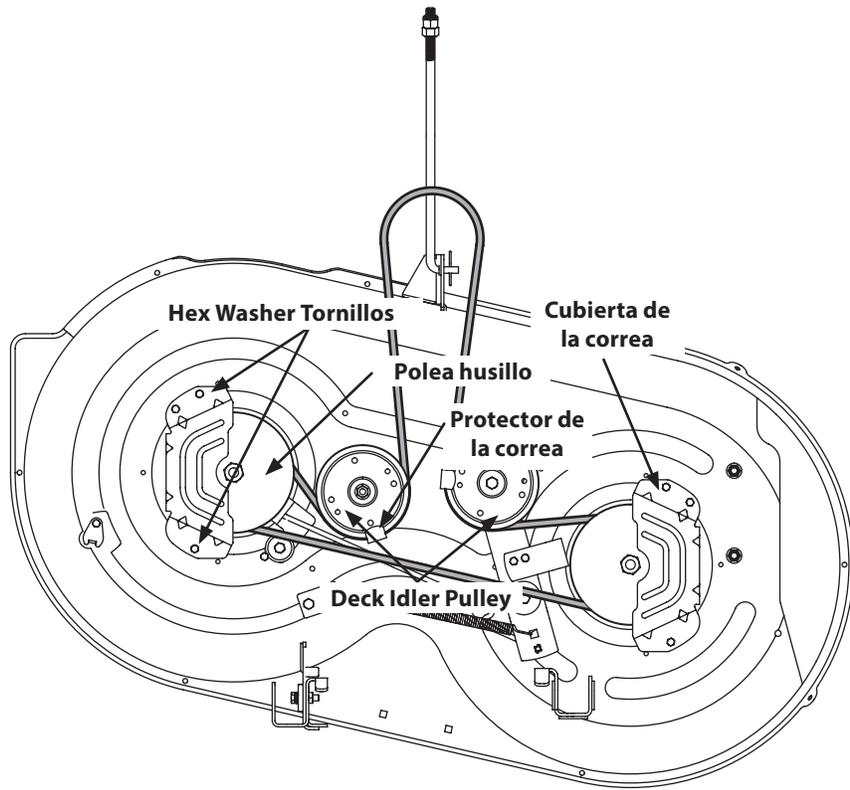

Figure 30
2. Retire la cinta cubre mediante la eliminación de los tornillos hexagonales que sujetan a la cubierta. Véase la Figure 30.
4. Retire con cuidado la cinta de cubierta de alrededor de las dos poleas del husillo y las dos poleas polea tensora de la cubierta. Véase la Figure 30.
5. Para colocar la correa nueva, empieza haciendo que el cinturón alrededor de las dos poleas exterior del huso, como se muestra en la Figure 30.
6. Luego, la cinta de ruta alrededor de las dos polines poleas de la cubierta como se muestra en la Figure 30.
9. Vuelva a instalar la cubierta, asegurándose de que la cinta sigue siendo derrotados en las poleas con las instrucciones. El enrutamiento de banda completa se muestra en la Figure 30.